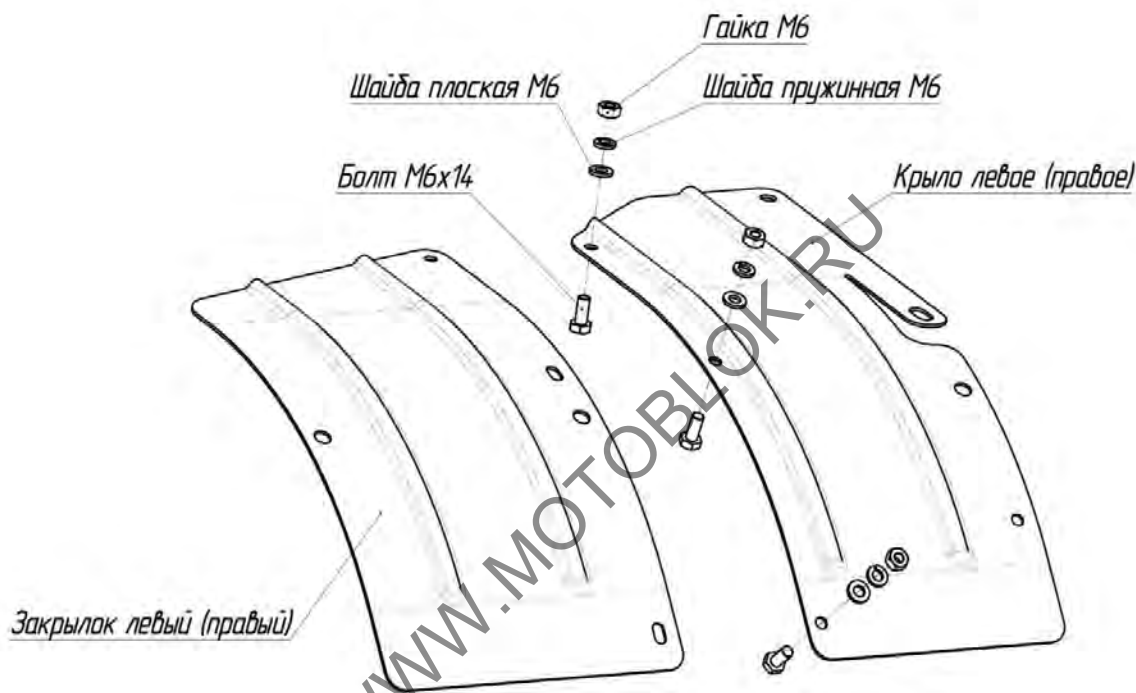
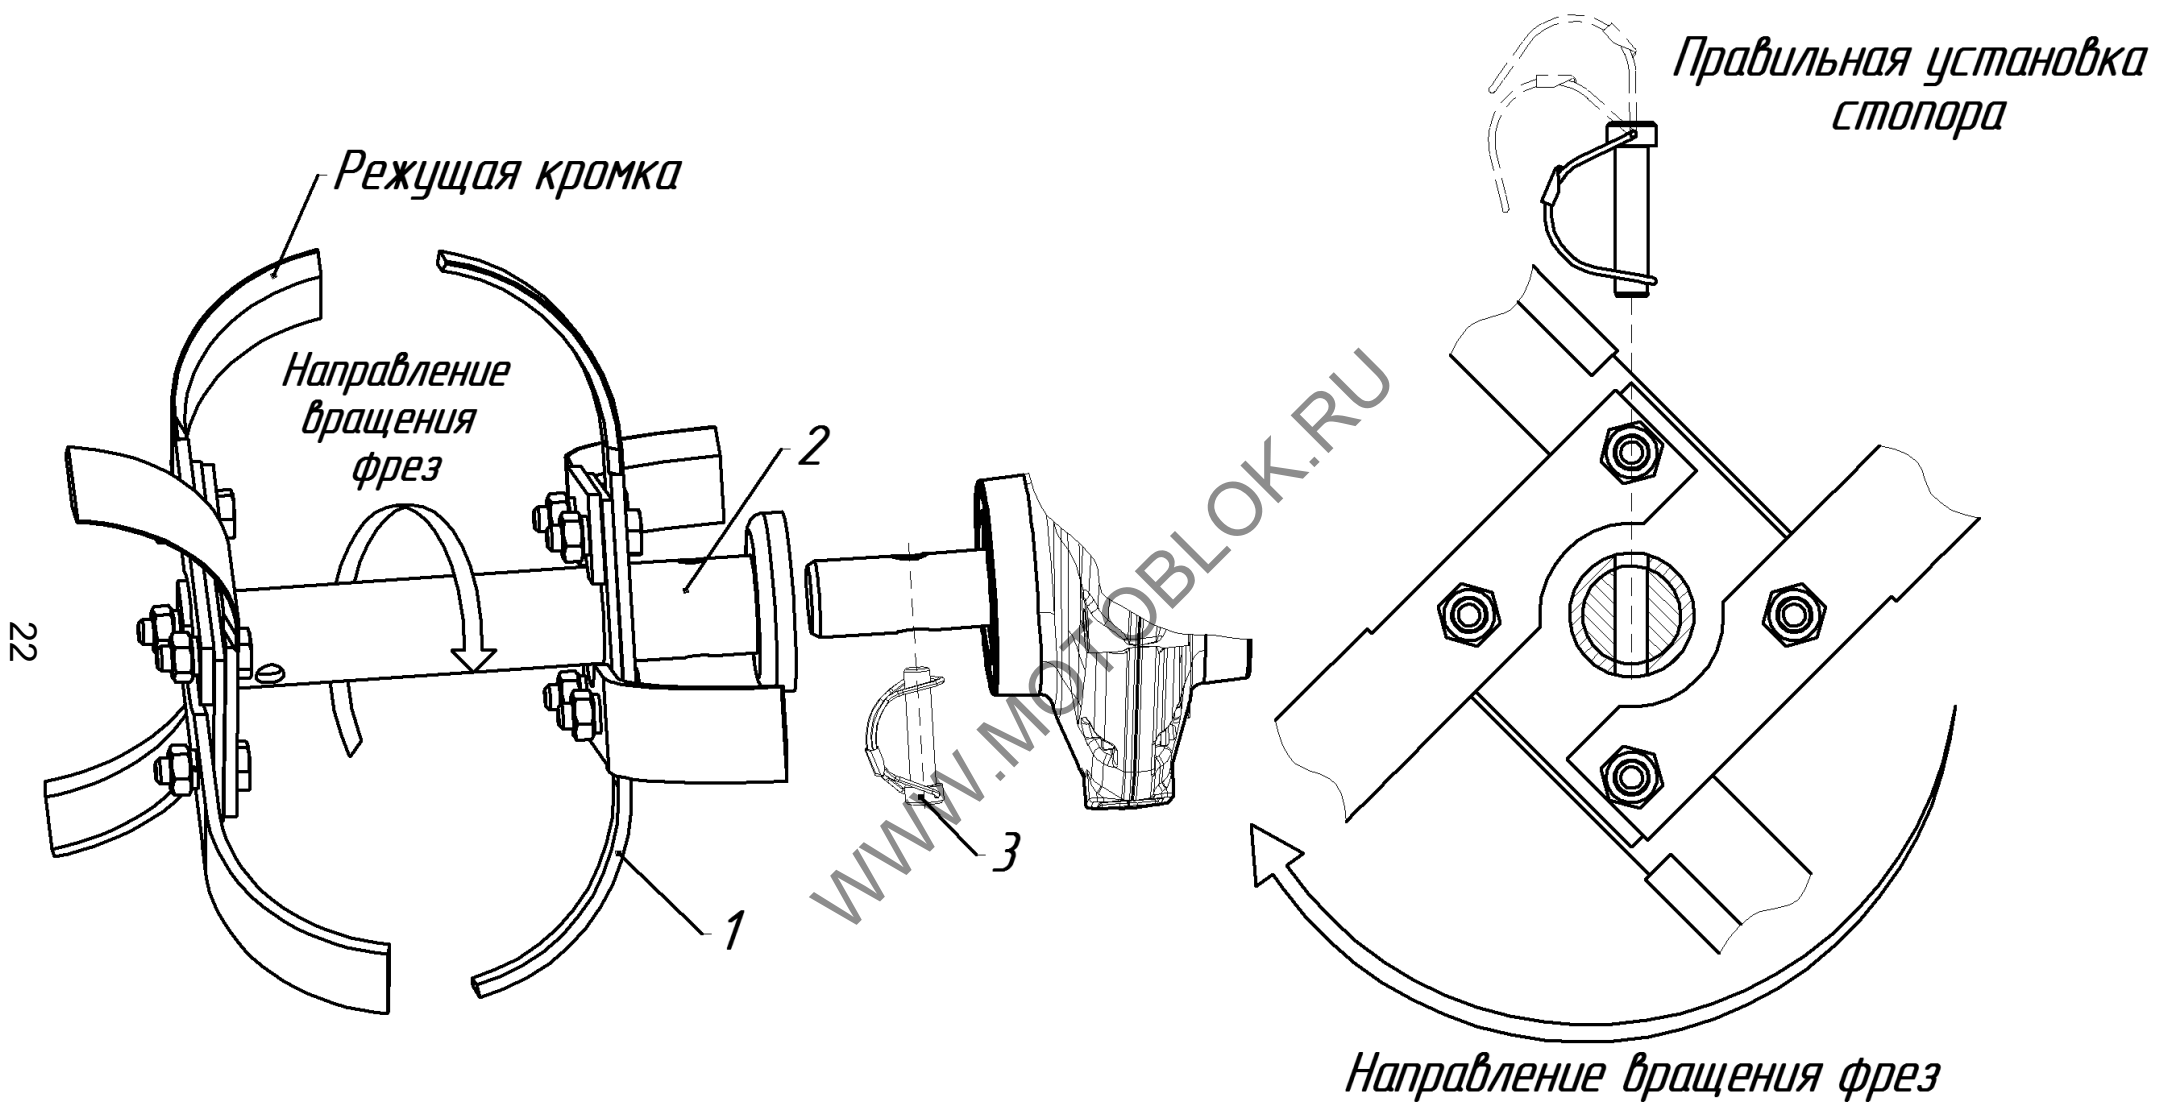

Рис.8 Схема крепления закрылков (дополнительных крыльев)
Рис.10 Установка 4-х фрез-культиваторов
6. Собрать фрезы-культиваторы в соответствии с рис.8.
7. Установить фрезы-культиваторы на выходной вал редуктора и зафиксировать их стопорами. Стопоры устанавливаются спинкой (выгнутой частью) по ходу движения (рис. 10, 11).
8. Установить защитные крылья (закрылки) над фрезами (рис. 8).
Установите на выходной вал редуктора и закрепите стопорами необходимое количество фрез-культиваторов (рис.10, 11), установите закрылки (рис.8) и наденьте защитные очки.